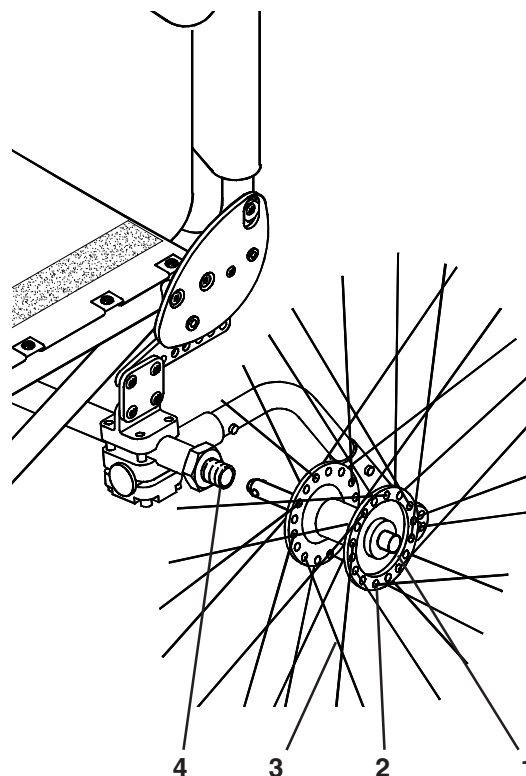

Fig. 1
Retirer les deux roues arrière (Fig. 1), en appuyant sur l'axe à déverrouillage rapide (1) situé dans le moyeu (2), saisir la roue par les rayons (3) autour du moyeu et sortir l'axe de son guide (4).